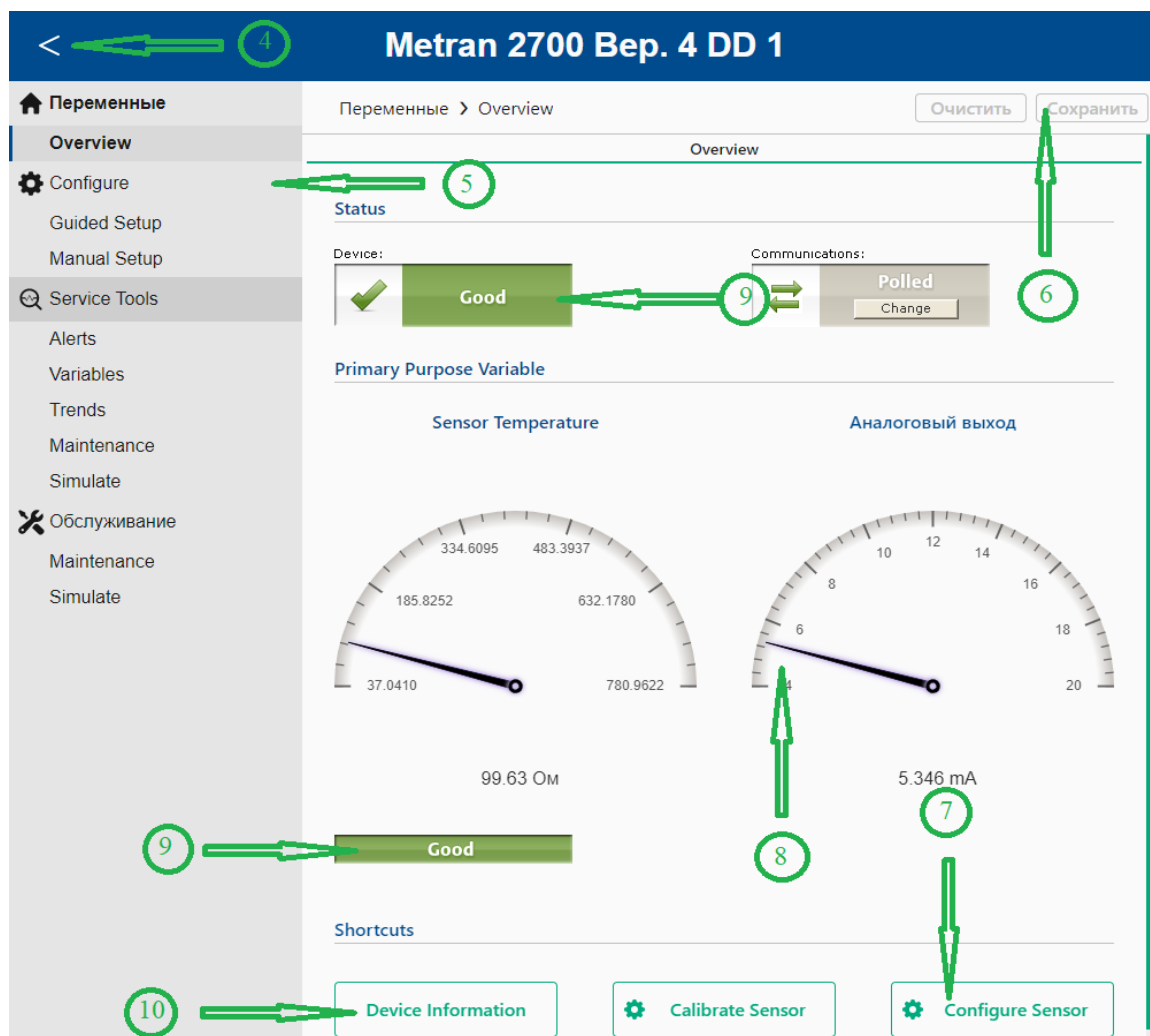

Рис. 8 Элементы конфигурационного окна
4. Кнопка возврата в главное окно – (рис. 8) (пункт 5.14)